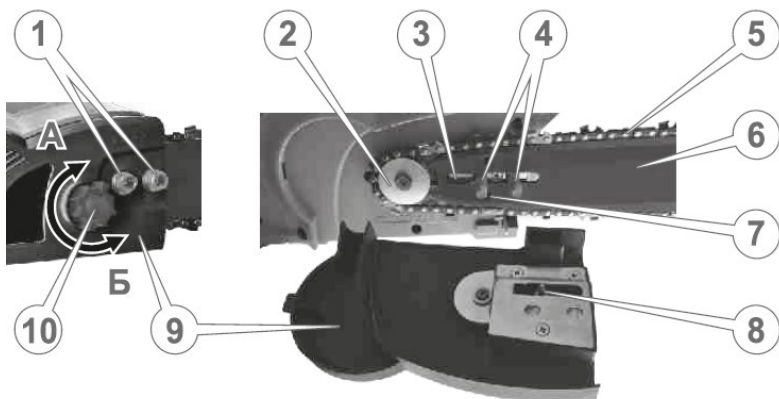

Рисунок 3. Схема встановлення різального блоку: напрямної «шини» та ланцюга.
5.1.2 Встановити напрямну та різальний ланцюг (рис. 3).
- розташувати виріб на рівній поверхні захисною кришкою (9, рис. 3) догори;
- відкрутити ключем гайки (1 рис. 3) фіксації бокової кришки (9, рис. 3) та акуратно демонтувати кришку угору;
- встановити довгий паз «шини» (6, рис.3) з ланцюгом на затискні шпильки (4, рис. 3) і вирівняти по напрямному виступу (3, рис.3);
- встановити захисну кришку (9, рис. 3), та зафіксувати її гайками, не затягуючи їх;
- затягнути гайки (1, рис.3);